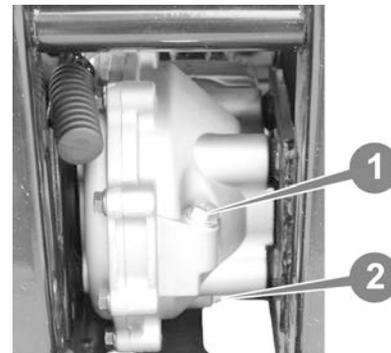

Рисунок 5.10.
В редуктор заливается трансмиссионное масло класса SAE 80W90. Объем заливаемого масла составляет 0,3 литра. Заливка и контроль уровня производятся через заливное отверстие (1) (см. рис. 5.10.). Уровень масла должен быть на уровне 40 мм от нижней кромки заливной горловины. Слив масла осуществляется через сливное отверстие, расположенное в нижней части редуктора. Слив масла осуществляется через сливное отверстие (2), расположенное в нижней части коробки.